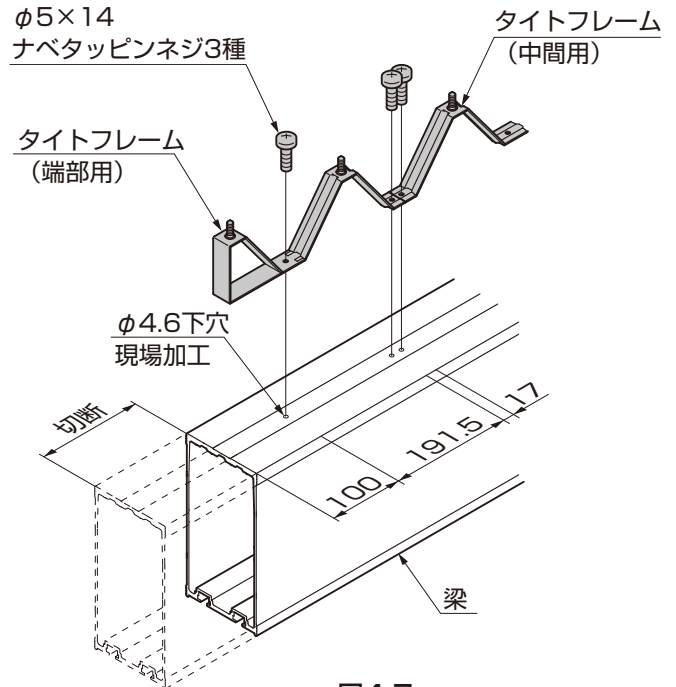

図4-7
- ③梁に下穴をあけ直し、タイトフレームを「φ5×14 ナベタッピンネジ3種」で取付けてください。(図4-7 参照)